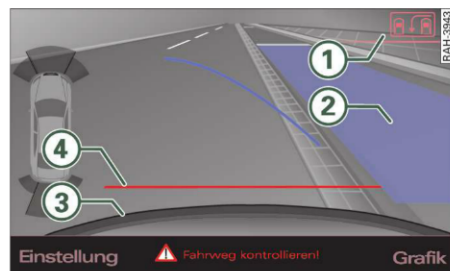
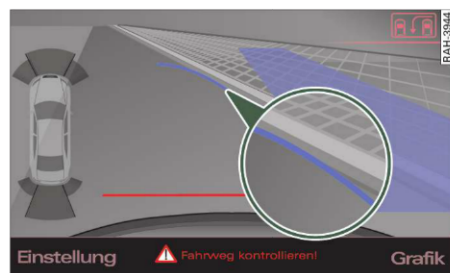

Fig. 164 Afișaj MMI: Suprafața albastră din spațiul de parcare
Fig. 165 Afișaj MMI: Curba albastră la bordură
- Apăsați la unitatea de operare MMI tasta de comandă **Mod** ⇒ fig. 164 ①. Regimul de parcare 2 se va afișa.
- Deplasați-vă cu spatele și poziționați autovehiculul astfel încât zona albastră ② să se învecineze cu autovehiculul parcat în spate, sau cu linia marginii locului de parcare. Suprafața albastră reprezintă o prelungire a conturului autovehiculului cu circa 5 m. Latura mai lungă a suprafeței albastre trebuie să se învecineze cu bordura. Zona albastră trebuie să intre complet în locul de parcare.
- Deplasați-vă în marșarier în spațiul de parcare, până când curba albastră atinge bordura ⇒ fig. 165. Opriți autovehiculul.
- Continuați deplasarea cu spatele în locul de parcare, până când autovehiculul se află paralel cu bordura. ③ marchează bara de protecție din spate. Apoi, când linia roșie ④ atinge un obiect, nu trebuie să continuați deplasarea ⇒ ⚠! Atenție la partea din față a autovehiculului ⇒ ⚠.
lungă a suprafeței albastre la o distanță suficientă față de bordură. Suprafața nu trebuie să atingă bordura. Rotirea volanului trebuie să aibă loc mai devreme. Curba albastră ⇒ fig. 165 nu trebuie să atingă bordura, ci să existe o distanță suficientă până la bordură.